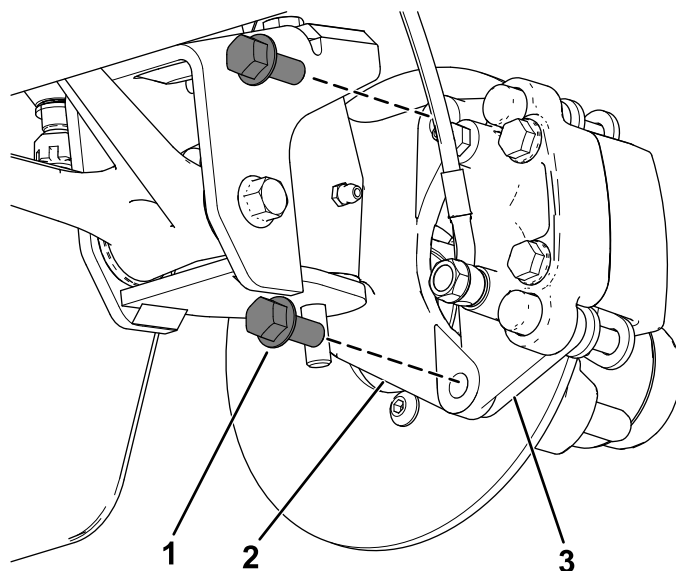
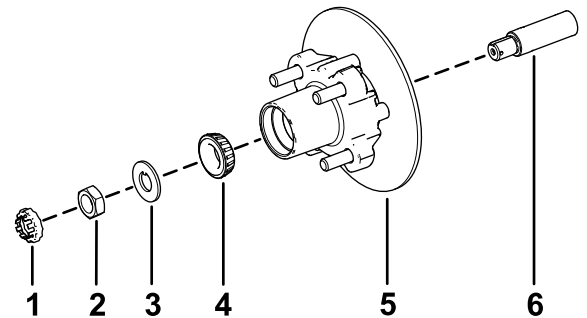

Bild 38
Bild 42
3. Entfernen Sie die Bundkopfschrauben (3/8" x 3/4"), mit denen die Halterung für die Bremse an der Spindel befestigt ist, und nehmen die Bremse von der Spindel ab (Bild 38).
1. Fetten Sie die Spindel leicht mit der angegebenen Fettsorte ein (Bild 42).
2. Montieren Sie die Radnabe und den Drehzylinder an der Spindel mit dem Drehzylinder innen (Bild 42).
3. Montieren Sie das Außenlager an der Spindel und setzen das Lager auf den äußeren Lagerring (Bild 42).
4. Legen Sie die Nasenscheibe auf die Spindel (Bild 42).
5. Schrauben Sie die Spindelmutter auf die Spindel und ziehen Sie die Mutter auf ein Drehmoment von 15 N·m an, während Sie die Radnabe drehen um das Lager zu fixieren (Bild 42).
- Fluchten Sie die Bremsbeläge mit jeder Seite des Drehzylinders (Bild 38) und die Löcher in der Bremsbackenhalterung mit den Löchern im Bremsenhalter des Spindelrahmens aus (Bild 42).
- Befestigen Sie den Bremsbackenhalterung mit den beiden Bundkopfschrauben ($\frac{3}{8}$ " x $\frac{3}{4}$ ") am Spindelrahmen (Bild 38).